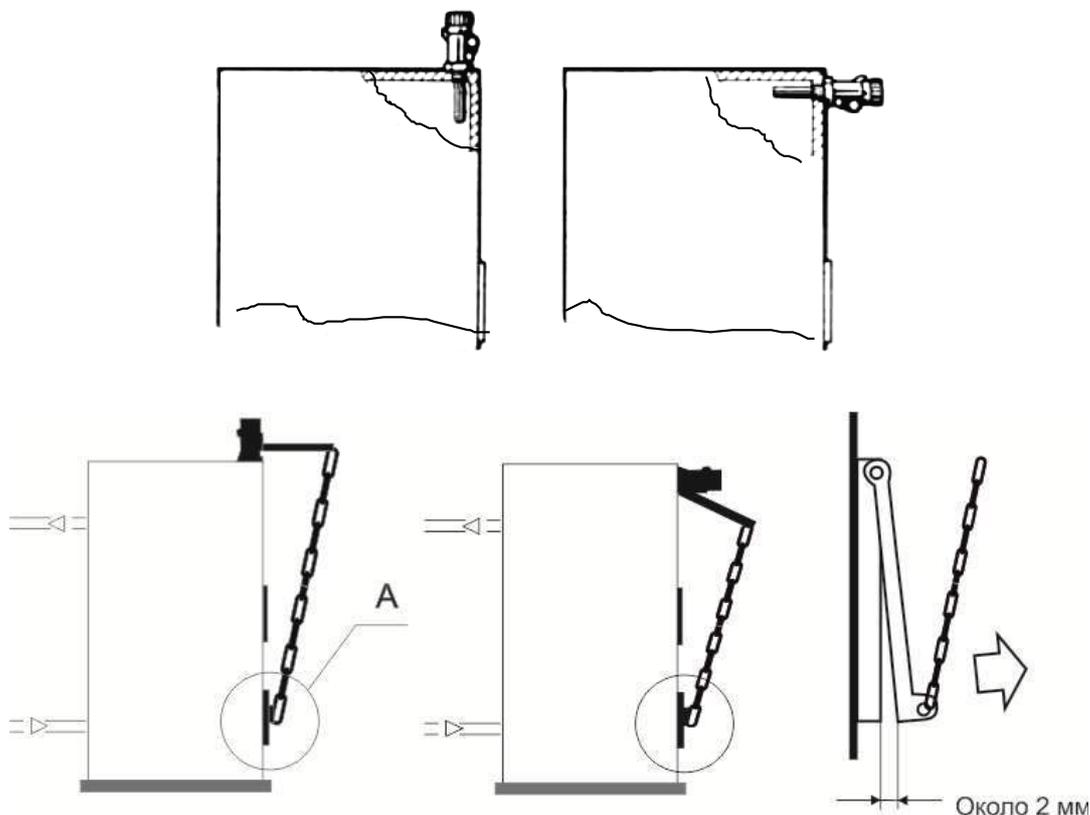

Рисунок 7 – Схема закрепления тягорегулятора на заслонке нижней дверцы Котла
– настройка тягорегулятора — нагреть Котел до 60°C (температура должна быть стабильной на протяжении не менее 30 минут), установить ручку настройки регулятора в положение, соответствующее показанию котлового термометра (в случае вертикальной установки следует использовать белые цифры), настроить цепь регулятора заслонки так, чтобы щель составляла примерно 2 мм (см. рисунок 7 вид А).